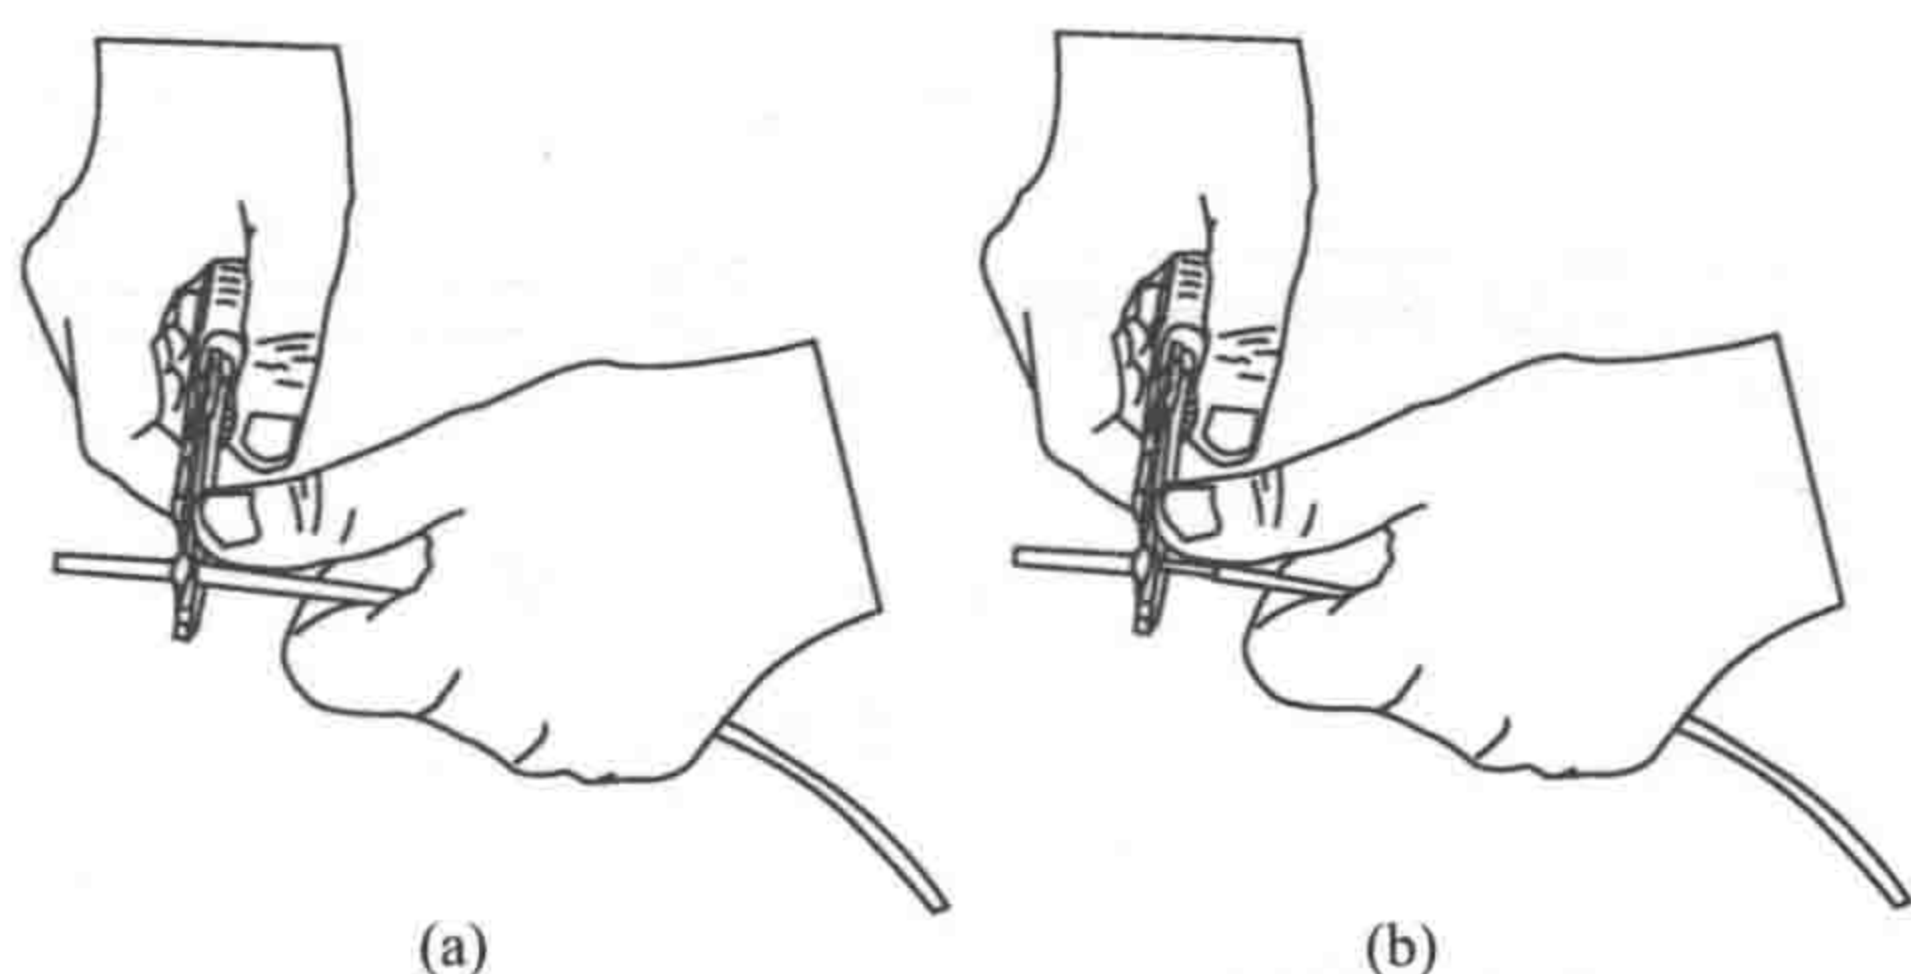

图 1-8 剥线钳的使用
③ 斜嘴钳 斜嘴钳主要用于切断较细的导线，特别适用于清除接线后多余的线头和飞刺等。
④ 剥线钳 剥线钳是剥离较细绝缘导线绝缘外皮的专用工具，一般适用于线径在 $0.6\sim 2.2\text{mm}$ 之间的塑料和橡胶绝缘导线，如图 1-8 所示，其主要优点是不伤导线、切口整齐、方便快捷。使用时应注意选择铡口大小与被剥导线线径相当的剥线钳，若小则会损伤导线。